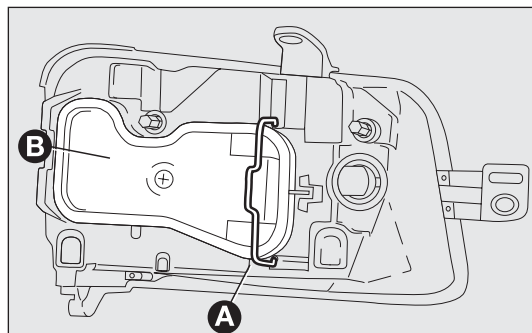

fig. 141
- décrocher le ressort de fixation A-fig. 141 et enlever le couvercle B ;